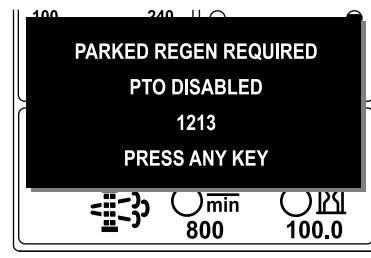

Bild 50
- Wenn Sie eine geparkte Regenerierung nicht innerhalb von zwei Stunden durchführen, wird im InfoCenter „Parked regeneration required – power takeoff disabled (Geparkte Regenerierung erforderlich – Zapfwelle deaktiviert) ADVISORY #1213 angezeigt (Bild 50).